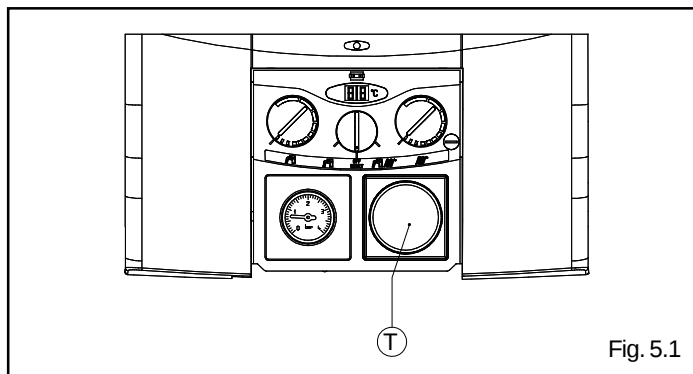

Fig. 5.1
- quite del panel el tapa-agujero (T) (fig. 5.1)